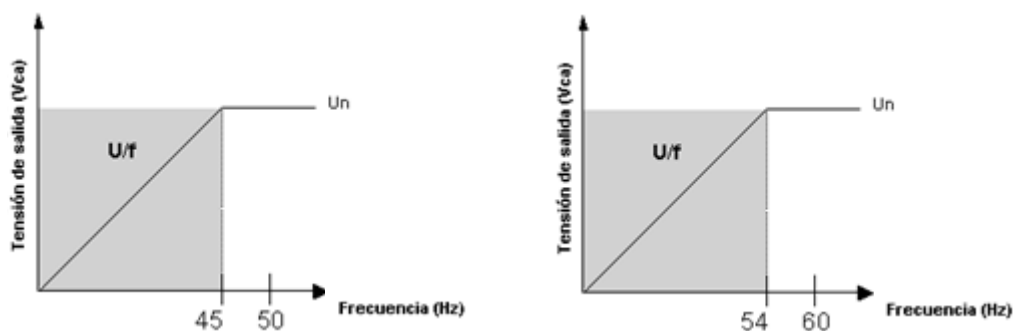

Figura 4.2: Punto de actuación de la protección U/F
El trimpot **U/F** determina el punto de actuación del modo U/F, que puede ser desde la frecuencia nominal (Fn) hasta 1/3 de Fn, cuyo valor sale ajustado de fábrica 10% debajo de la Fn. Para operación en 60Hz es ajustado para 54Hz y para operación en 50Hz es ajustado para 45Hz (ver Figura 4.2), cuyo valor puede ser alterado de acuerdo con la necesidad de cada aplicación.
1. No dejar la protección U/F abajo de 20% de la frecuencia nominal. La configuración debe ser hecha conforme la Figura 4.2 to para evitar problemas en el desligamiento.